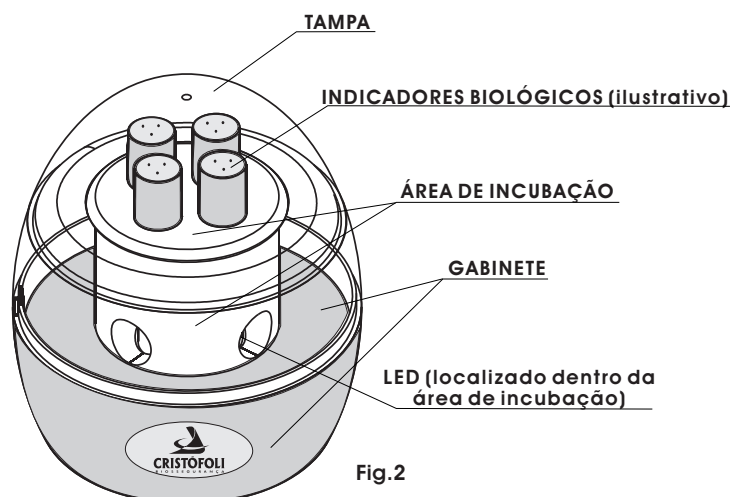

Fig. 2
1▶ **TAMPA DA ÁREA DE INCUBAÇÃO** - Fecha a área de incubação durante o funcionamento, ajuda a manter a temperatura estável e protege o operador de queimaduras acidentais (Fig. 2).
▶ **GABINETE** - Corpo principal feito de plástico ABS injetado na cor branca na parte inferior e transparente na área superior (Fig. 2).
▶ **TAMPA** - Tem a função de fechar a área de incubação durante o funcionamento e manter a temperatura estável (Fig. 2).
▶ **ÁREA DE INCUBAÇÃO** - Fixada ao gabinete, é onde os indicadores são inseridos para a incubação. Possui capacidade para 4 indicadores biológicos (Fig. 2)
▶ **LED** - Indica quando a Mini-Incubadora está ligada e também serve para a iluminação da área de incubação, possibilitando a visualização do resultado (Fig. 2).